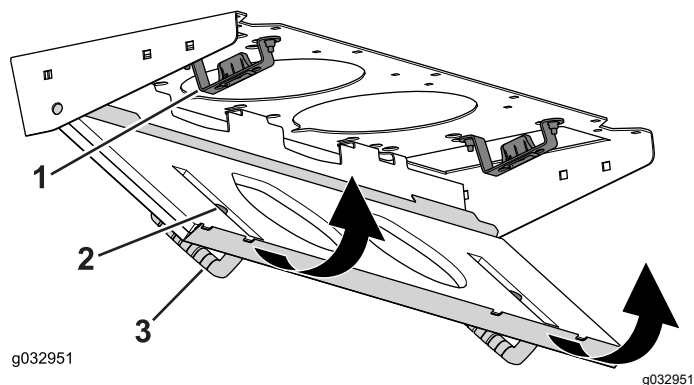

Figura 83
4. Ruotate lo schermo del filtro attorno alle alette fino a quando il fermo non si blocca nel gruppo del supporto del fermo (Figura 83).